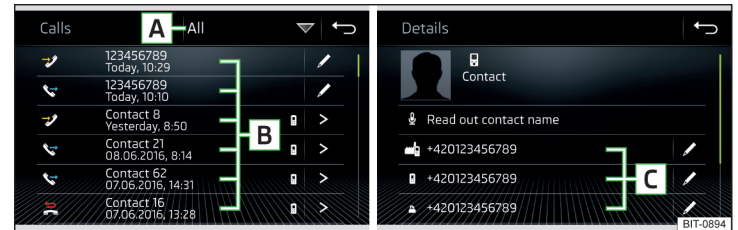

Abb. 144 Anrufliste / Kontaktdetail
- ▶ Im Hauptmenü *Telefon* die Funktionsfläche  antippen, es wird eine Anrufliste angezeigt » **Abb. 144.**
- > Anzeige des Kontaktdetails » Abb. 144